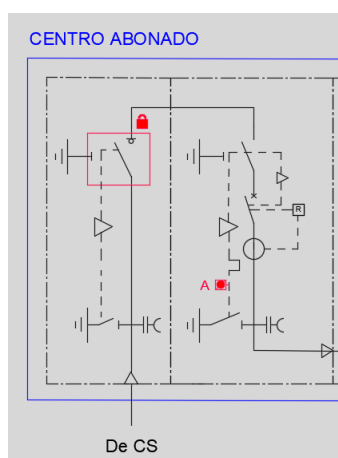

Figura 1
- **Celda de remonte con interruptor-seccionador alimentada desde centro de seccionamiento:** el interruptor dispondrá de bloqueo mediante candado (figura 1).
- **Celda de protección general:** el seccionador de puesta tierra bloqueará una llave en modo abierto (figura 1).